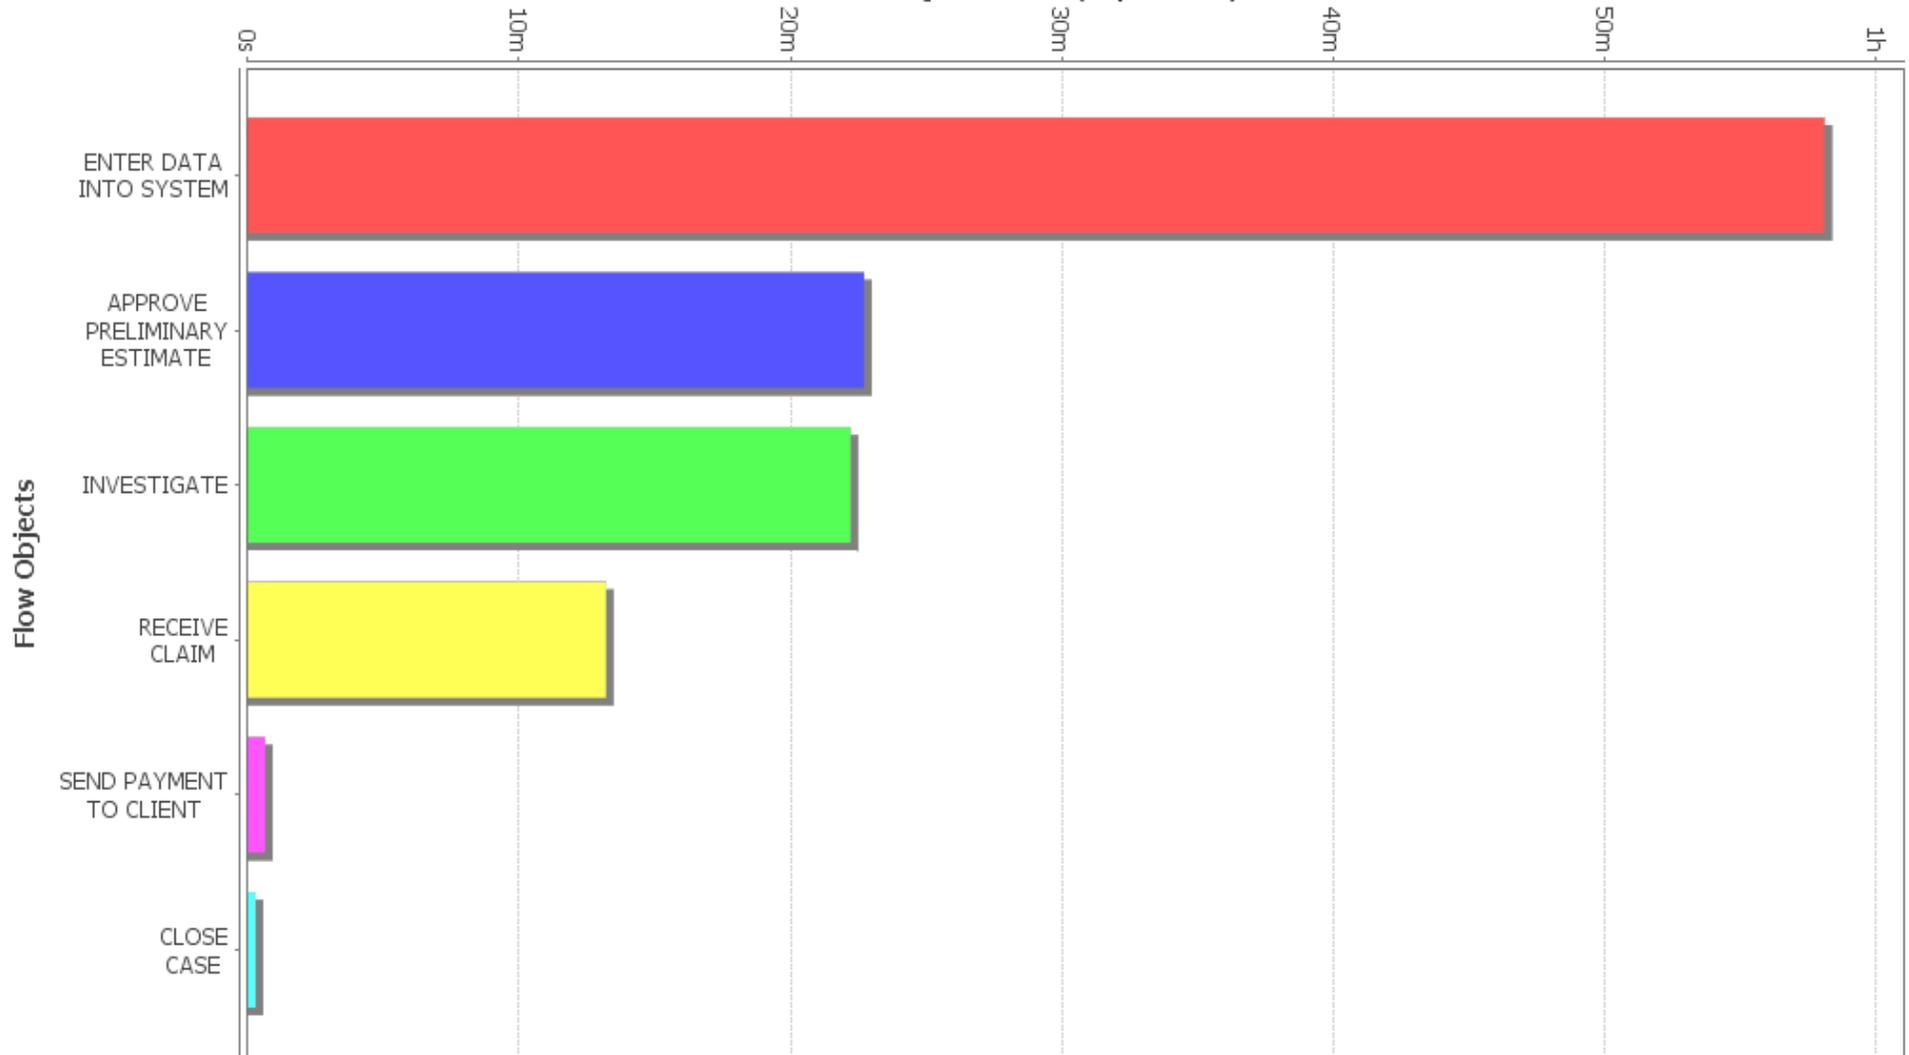

Fig. 4 – Tempo di accodamento con (9, 20, 20, 20, 20) istanze.
- **I corsia => 9 istanze** (9, 20, 20, 20, 20). I nuovi risultati della simulazione con tale configurazione sono illustrati nelle Fig. 4, 5, 6.